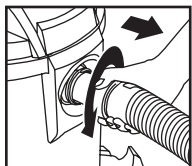

FIGURE 12
21. Dévissez l'écrou autobloquant du tuyau et retirez le tuyau de l'admission. **FIGURE 12.**